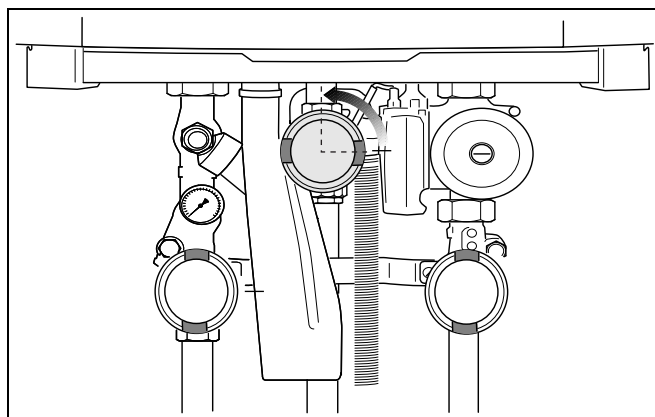

Fig. 115 Åbning af gashanen
- Åbn gashanen langsomt. Tryk gashanen ind, og drej en ¼ omdrejning til venstre (fig. 115).